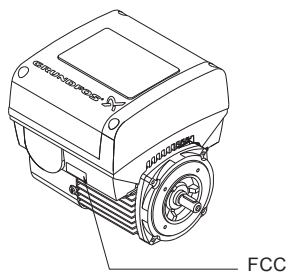

Рис. 69 Маркировка FCC
10. Если модуль SIM поставляется с маркировкой FCC, закрепите её на клеммной коробке. См. рис. 69.